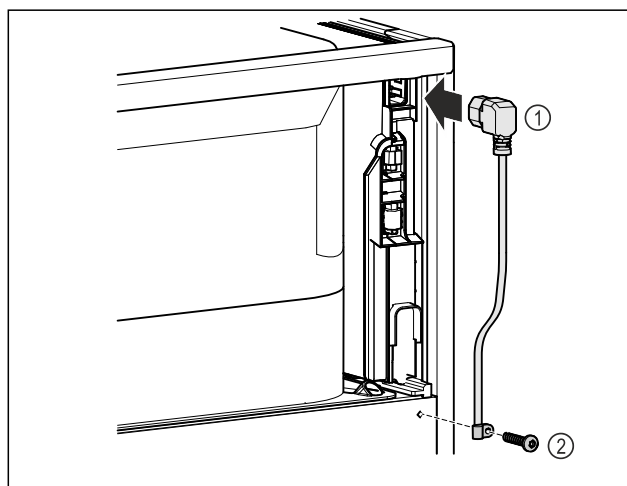

Fig. 11
- Zapojte zásuvku chladiaceho zariadenia sieťového prívodu Fig. 11 (1) na zadnej strane zariadenia.
- Namontujte odľahčenie od ťahu Fig. 11 (2)